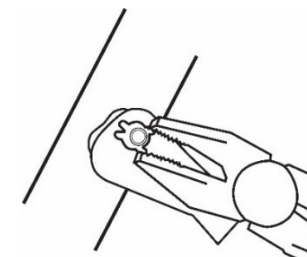

Рис. 8
5. Обязательно зажмите шайбы (9) плоскогубцами (Рис. 8).
Для установки шайбы (9) необходимо сжимать её концы, расположенные дальше друг от друга с помощью плоскогубцев (Рис. 8).